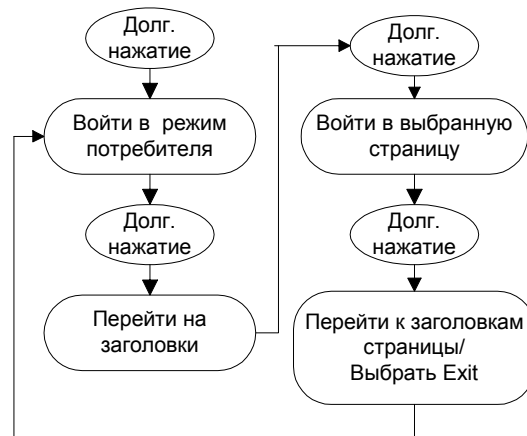

Рисунок 6
**Consumer (Вспомогательный режим)** (см. рисунок 6)